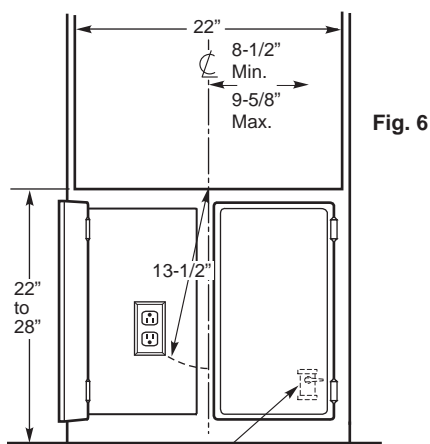

Fig. 6
- B. Instale el receptáculo eléctrico más abajo del horno en el lado izquierdo, en un lugar donde se pueda alcanzar fácilmente a través de las puertas del gabinete. (Vea Fig. 6).